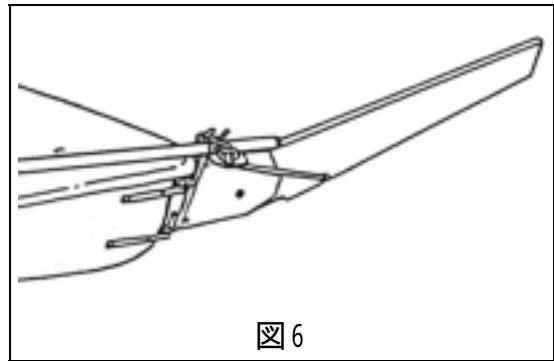

図6
- ラダ - とラダ - ケ - スをラダ - 用ショックコードで〔図6〕のように結ぶ。(エイトノット)